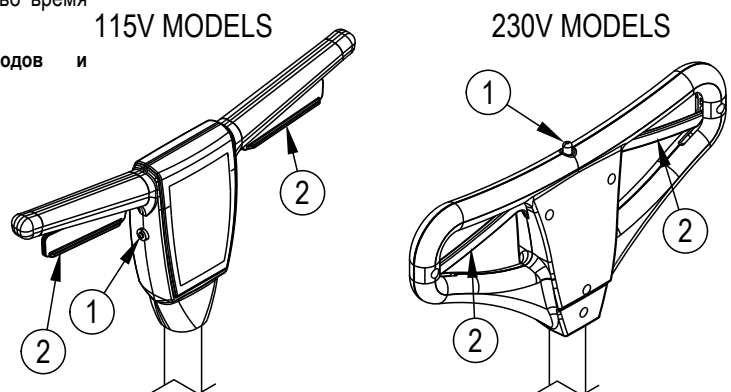

Рисунок 6
5. Нажмите блокировочный переключатель (1) и надавите рычаги (2). Для остановки машины, освободите рычаги (2). См. рис. 6.
3. Нажмите блокировочный переключатель (1) и надавите рычаги (2). Для остановки машины, освободите рычаги (2). См. рис. 6.